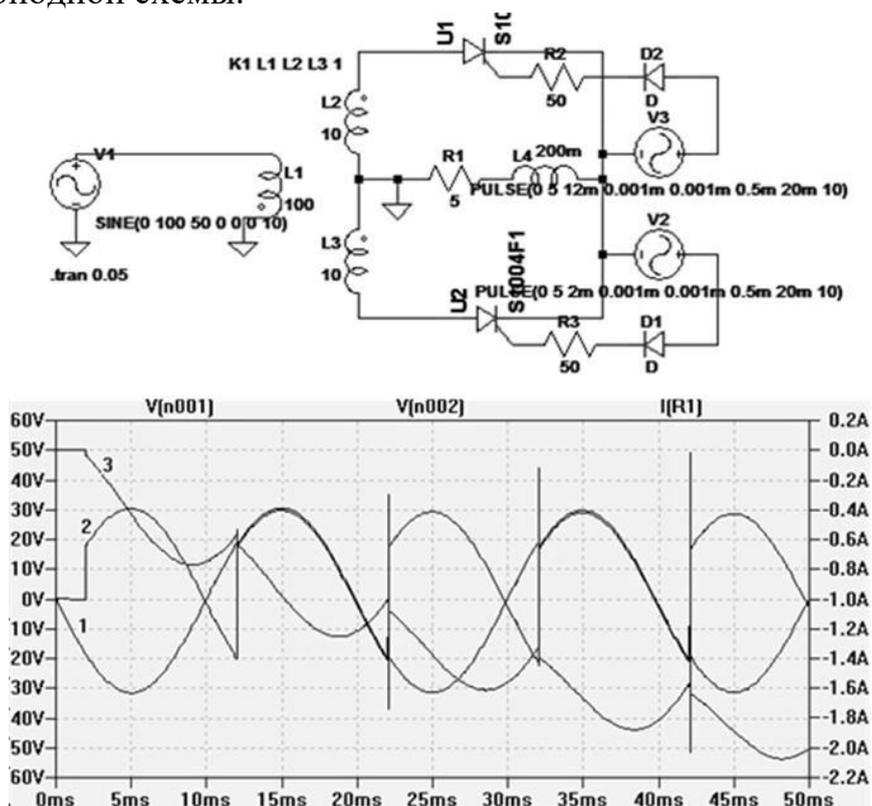

Рис. 2. Схема управляемого двухполупериодного выпрямителя со средней точкой и осциллограммы напряжений на его входе (1), выходе (2) и тока в цепи нагрузки (3)
На рис.2 представлена схема двухполупериодного управляемого выпрямителя со средней точкой и осциллограммы напряжений на его входе (1), выходе (2) и тока в цепи нагрузки (3) в переходном режиме. Характер нагрузки – активно-индуктивный,  $\omega L_4/R_1 = 314 \cdot 0,2/5 = 12,56 > 5$ , что обеспечивает достаточно хорошее сглаживание тока нагрузки.